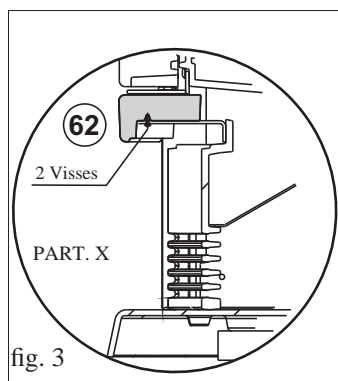

fig. 3
- Dévisser, avec la clé à six pans fournie, les vis de blocage de la grille inférieure en fonte (4) et l'enlever.
- Positionner la façade (62) et la fixer avec les 2 vis M6x12 (en utilisant la clé à six pans) comme indiqué dans le détail "X" (fig. 3).